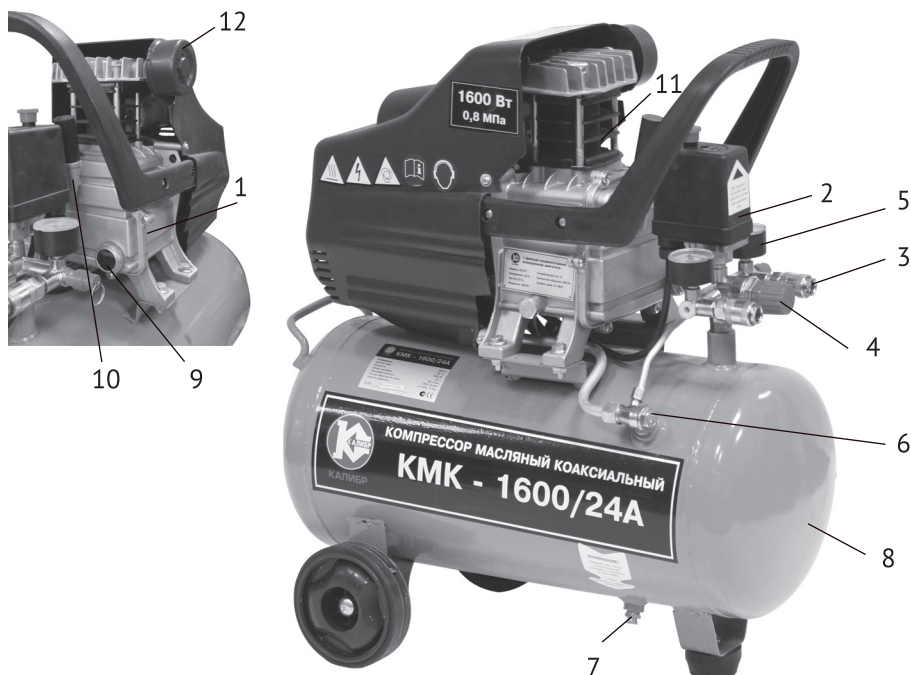
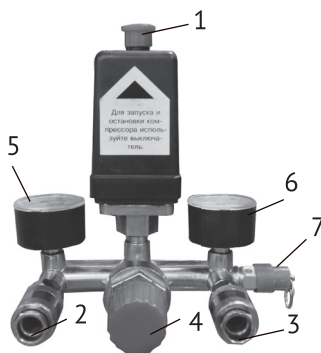

рис. 1
рис. 3
Общий вид компрессора схематично представлен на рис.1
При подключении компрессора к сети питания, убедитесь что, выключатель реле давления (рис.3 поз.1) находится в позиции «Выкл», положение «Отжато». Запустите компрессор, переведя выключатель в позицию «Вкл», положение «Нажато». Для обеспечения хорошей работы компрессора при первом запуске рекомендуется оставить компрессор работающим в течение 5 - 8 минут с полностью открытыми выходными кранами (рис.3 поз.2,3) и редуктором (рис.3 поз.4), после чего откройте вентиль слива конденсата (рис.1 поз.7), находящийся снизу ресивера и слейте конденсат. После первых 5-ти часов работы компрессора проверьте крепление винтов головки цилиндра и кожуха двигателя.
Давление в ресивере показывает манометр расположенный справа (рис.3 поз.6), в то время как манометр находящийся слева (рис.3 поз.5), показывает
давление на выходе, которое Вы можете регулировать с помощью редуктора (рис.3 поз.4). Выходной кран (рис.3 поз.3) выдаёт сжатый воздух с максимальным рабочим давлением, а выходной кран (рис.3 поз.2) выдаёт сжатый воздух с рабочим давлением, установленным с помощью редуктора (рис.3 поз.4).
7.3 По окончании работы полностью сбросьте давление, открыв выходной кран (рис.3 поз.3).